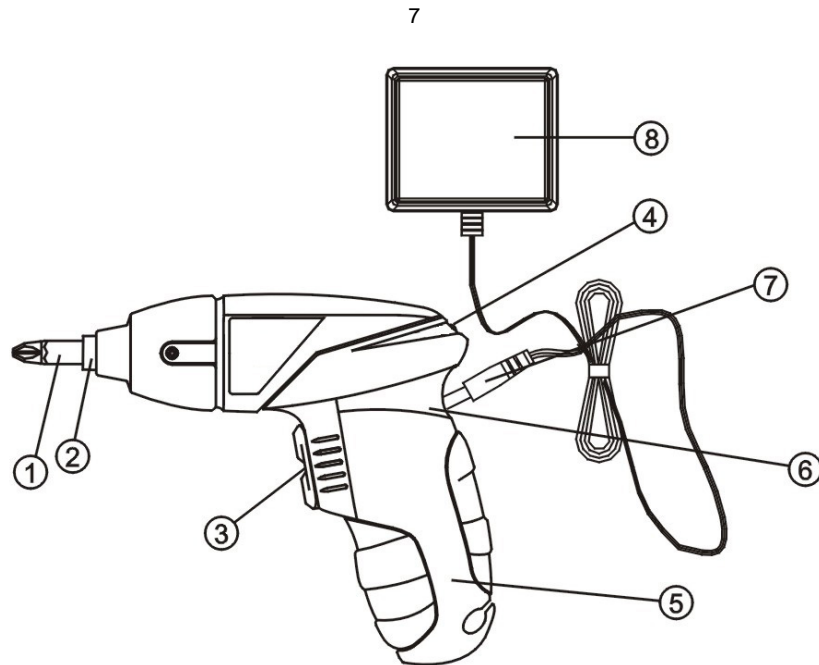

Figure 1
1. Introduisez la fiche (7) du chargeur dans la douille DC (6) située à l'arrière du tournevis à accumulateur (voir figure 1).
2. Branchez le chargeur à fiche (8) à la prise de courant secteur 230 V AC / 50 Hz.